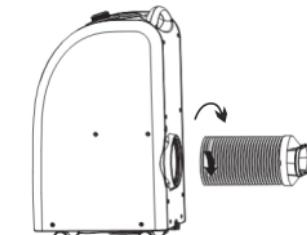

Рис. 5
**Пульт дистанционного управления****Установка шланга для выброса воздуха (рис. 5,6)**